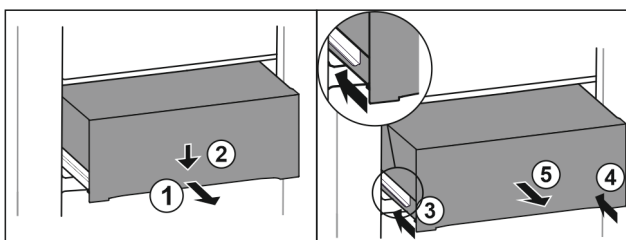

Fig. 221
- ▶ Zásuvku napůl vytáhněte. Fig. 221 (1)
- ▶ Stlačte zásuvku na přední straně dolů. Fig. 221 (2)
- ▶ Zasuňte levou kolejničku přibližně do 2 cm. Fig. 221 (3)
- ▶ Zasuňte pravou kolejničku přibližně do 2 cm. Fig. 221 (4)
- ▶ Vyjměte zásuvku dopředu. Fig. 221 (5)